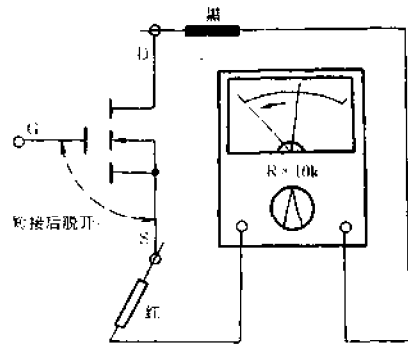

图 4-168 短接 VMOS 管 G-S 时  $R_{DS}$  回转至  $\infty$
④ 紧接上述操作, 表笔不动, 电阻值维持在某一数值, 用镊子等导电物将 G 与 S 短接一下, 给栅极放电, 万用表指针应立即向左回转至  $\infty$ 。具体操作如图 4-168 所示。